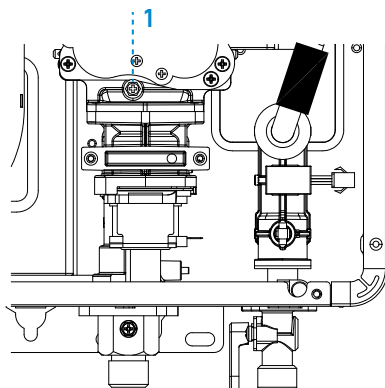

Fig. 10
8. Conecte el manómetro a la toma de presión de la válvula de gas (ver fig. 10, paso 1).